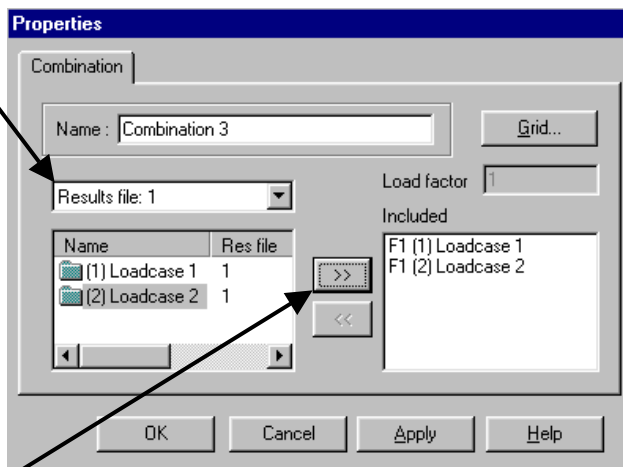

Fig. 54
- în caseta de dialog se selectează **Results file: 1** (fig. 54)